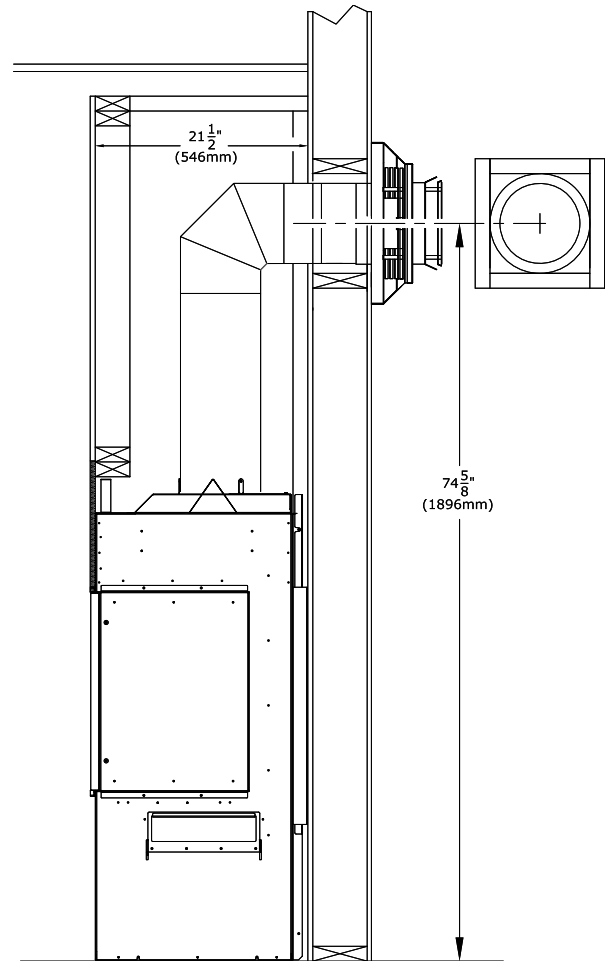

Figure 4.5 - Encadrement minimum du coupe-feu mural
- Voir la Figure 4.5 ci-contre pour les dimensions d'encadrement du conduit d'évacuation minimum à terminaison horizontale.
1. Mesurez la distance entre le plancher du foyer et le centre du point de traversée murale prévu du conduit d'évacuation. Les dimensions du conduit rigide de la Figure 4.5 utilisent un conduit d'évacuation Simpson DuraVent.